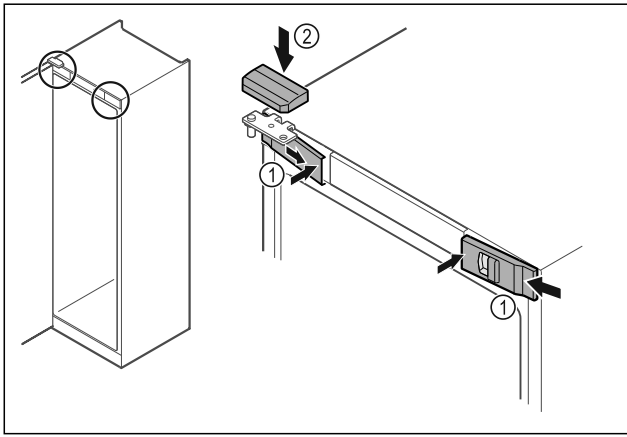

Fig. 44
- ▶ Obesite sprednje pokrove Fig. 44 (1) stransko in jih namestite v notranjosti, da se zaskočijo.
- ▶ Zgornji pokrov Fig. 44 (2) namestite z zgornje strani.